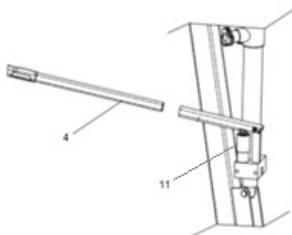

Fig. 6
- Træk i håndtaget, og sæt håndtaget (4 - fig. 6) ind i cylinderen (11 - fig. 6) som vist nedenfor.